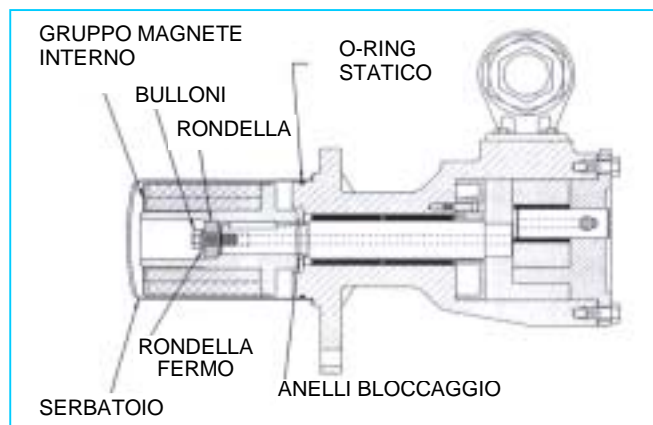

FIGURA 22
4. Inserire una barra di ottone, attraverso una connessione, tra i denti del rotore ed allentare i bulloni che stringono il magnete interno all'albero (**Vedere Figura 22**). Far scivolare fuori dall'albero la rondella, la rondella di sicurezza ed il magnete interno. Non dimenticare che questo è un magnete molto potente. Se è necessario smontare la pompa, rimuovere il secondo anello di bloccaggio esterno.